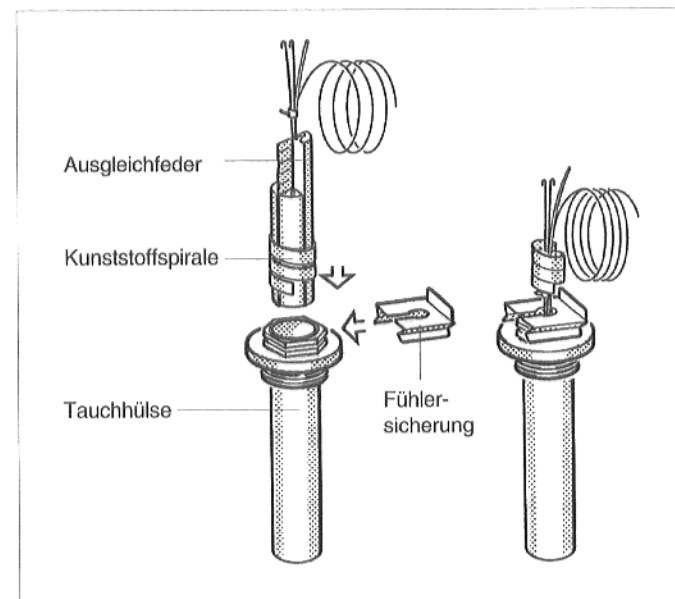

Abb. 12: Tauchhülse und Temperaturfühler
- Temperaturfühler bis zum Anschlag in die Tauchhülse einstecken. Die Kunststoffspirale schiebt sich dabei automatisch zurück. Die Ausgleichfeder muß mit in die Tauchhülse geschoben werden (Abb. 12).
- Fühlersicherung (Lieferumfang Regelgerät) von der Seite oder von oben auf den Tauchhülsekopf drücken (Abb. 12).